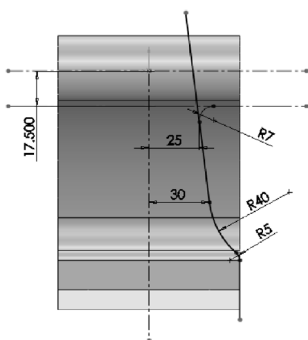

图 2-156 绘制图线
STEP 1 进入“右视基准面”的草绘模式，单击“草图”工具栏中的“直线”“3 点圆弧”和“中心线”按钮，绘制如图 2-156 所示图形（其中上部中心线和竖直中心线经过草图原点，右侧圆弧为中心线弧，且分别与水平中心线及左侧图线相切）。